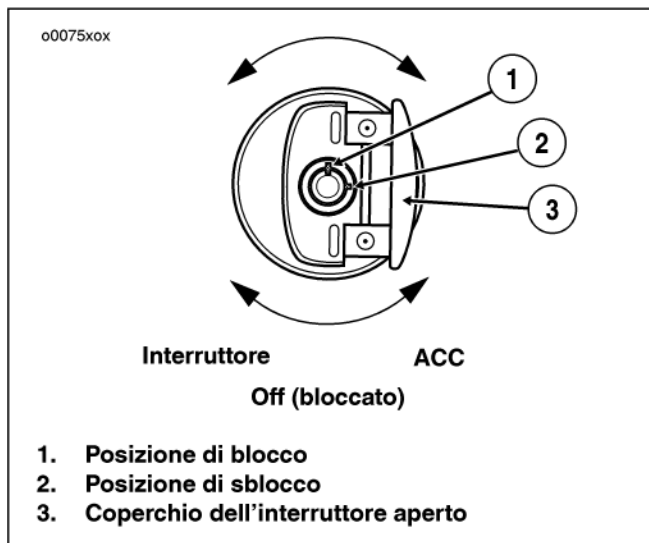

Figura 16. Interruttore a chiave di accensione/luci
Vedere la Figura 16. L'interruttore a chiave di accensione/luci controlla le funzioni dell'impianto elettrico della motocicletta.
1. Vedere la Figura 16. Verificare che l'interruttore sia in posizione di BLOCCO.
2. Vedere la Figura 16. Ruotare l'interruttore di accensione/luci su acceso (ON) e spingere l'interruttore di avviamento per azionare il motorino d'avviamento.
2. Vedere la Figura 16. Portare la chiave di accensione sulla posizione OFF.